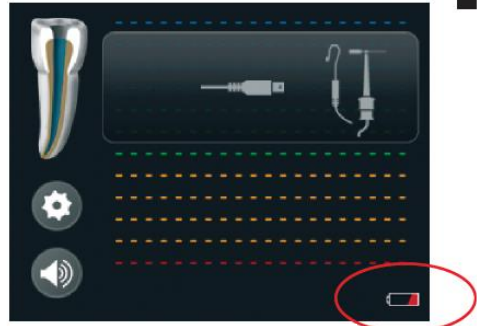

Рис. 3. Символ акумулятора мигає червоним кольором.
**Червоний миготливий:** При падінні стану зарядженості акумулятора нижче 20% індикація стає червоною і починає мигати. Необхідно зарядити акумулятор знову (рис. 3).